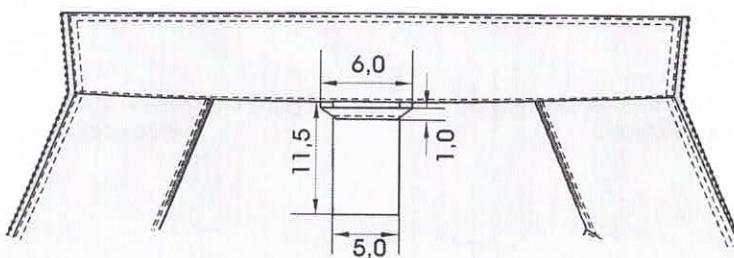

Figura 6- Detalhes da gola e do posicionamento da etiqueta
4.5.2 Alça do mesmo tecido para pendurar o macacão com 7,0 cm de comprimento e 1,0 cm largura fixada com 6,0 cm de distância de cada extremidade, centralizada internamente na costura de união da gola. (ver Figura 6).